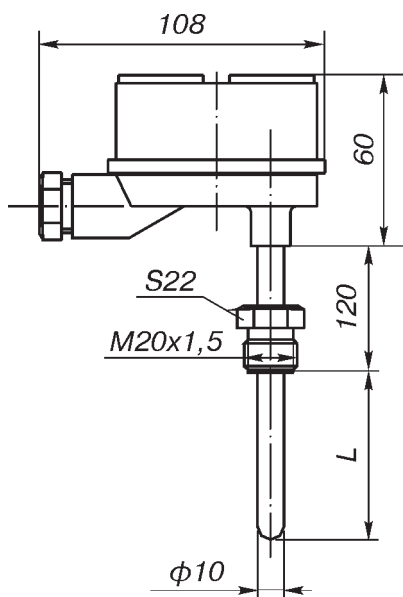
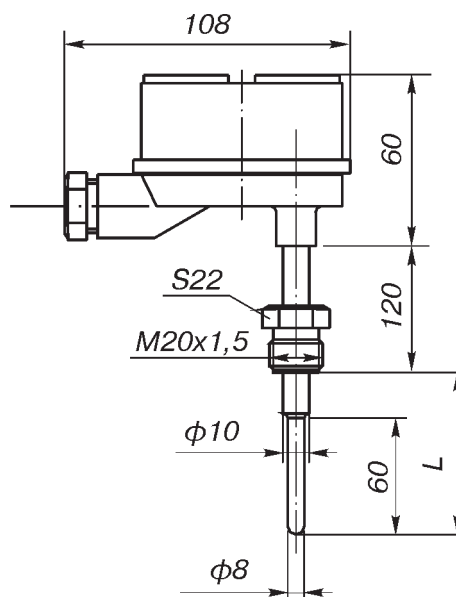

Рис. 1.
Рис. 2.
**Материал соединительной головки (рис. 1, 2):**
**Материал соединительной головки:** алюминиевый сплав (рис. 1а-2а).
Рис. 1а.
Рис. 2а (ост. см. рис. 1а).
| Рис. 1, 1а | +          | +  | +   | +   | +   | +   | +   | +   | +   |
| Рис. 2, 2а |            |    | +   | +   | +   | +   | +   | +   | +   |